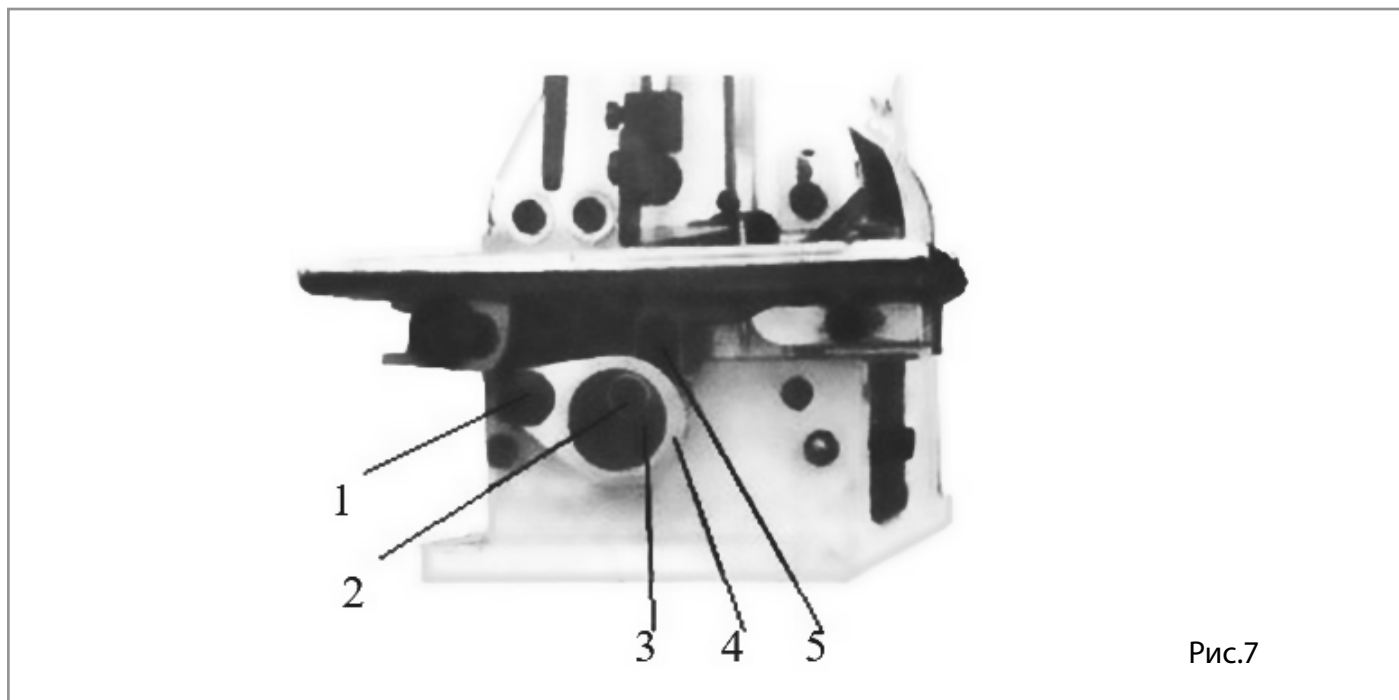

Рис.7
Изменение стежка производится путем поворота продвигающего эксцентрика. Ослабьте винт (1), (2), переместите эксцентрик (3) и соединительный стержень подачи (4), передвинуть на необходимое расстояние эксцентрик, и убедитесь, что насечка на эксцентрике направлена в сторону винта на главном валу. А затем затяните винт (см. рис.7).